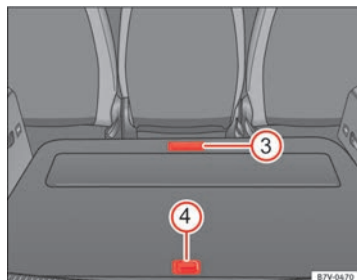

Abb. 115 Im Gepäckraumboden: weitere Ablageflächen
Ablage vorn öffnen ⇒ Abb. 115 (3):	▷ Vorderen Teil des Gepäckraumbodens mit dem Griff nach hinten klappen.